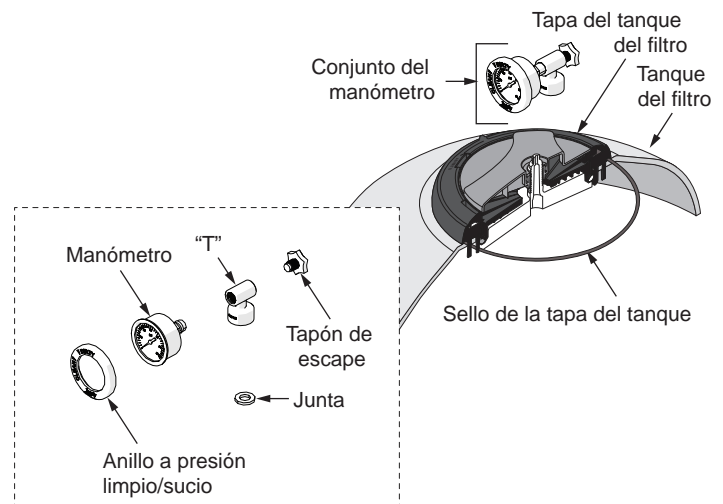

Figura 5. Instalación de la tapa y del manómetro
Asegúrese de que la junta tórica esté completamente limpia y lubricada con un lubricante que no sea con base en petróleo. Antes de someter el filtro a presión, asegúrese de que la manija se gire de la manera más apretada posible, a fin de lograr un sello correcto. Consulte la Figura 5.
4. Verifique que la tapa esté correctamente asentada y apretada. Consulte la **Figura 5**.